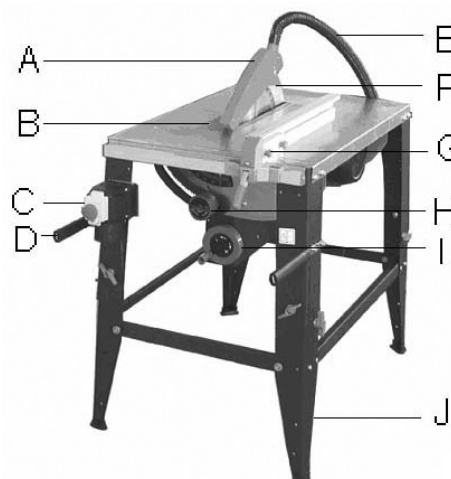
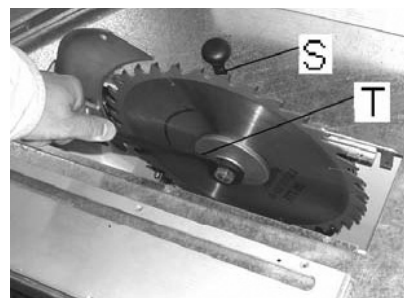

Fig. 1
Fig. 13
Tryck på den röda FRÅN-knappen (C, bild 1) för att stoppa maskinen.
Ta av sågskyddskåpan (A, bild 1) och sågplattan (B). Veva upp sågklingan till det översta läget. Lossa på spännmutterna med den bifogade nyckeln (T, bild 13). Säkra sågaxeln mot att rotera med hjälp av den medföljande låsbulten (S).